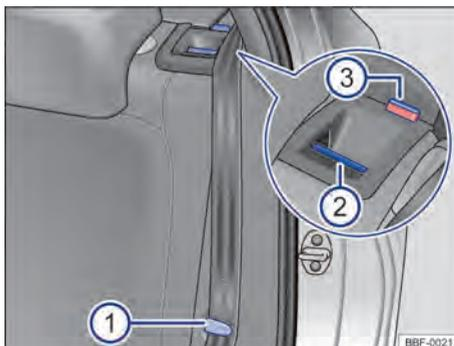

Fig. 66 No encosto do banco traseiro: botão de desbloqueio.
- Encaixar os cadarços dos cintos nos respectivos alojamentos no revestimento lateral → Fig. 66 ①
- Puxar o botão de destravamento → Fig. 66 ② para frente e, ao mesmo tempo, rebater o encosto do banco traseiro para frente.
- A respectiva parte de encosto do banco traseiro estará destravada quando a marcação vermelha → Fig. 66 ③ estiver visível.
- A marcação vermelha → Fig. 66 ③ não pode mais estar visível.